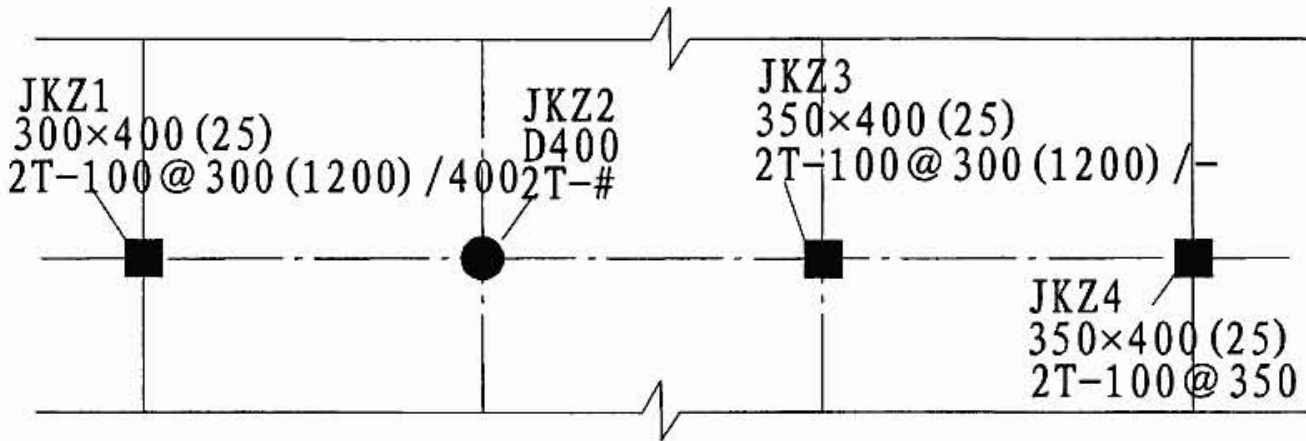

图2.4.5 碳纤维加固柱平面注写方法示例
2.4.5 碳纤维加固柱施工图采用平面注写方法绘制时，应注写的内容包括：柱编号、原柱截面尺寸、倒角半径、碳纤维布层数、宽度和间距，见表 2.4.5 和图 2.4.5（本图集第 15 页）。
柱编号	见图 2.4.5
原柱截面尺寸及倒角半径	见图 2.4.5
碳纤维布层数、宽度与间距	见图 2.4.5